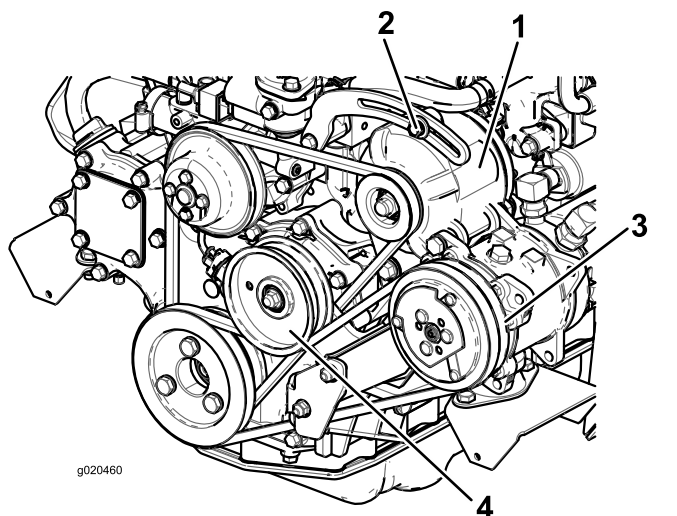

Bild 101
Lockern Sie bei einer Durchbiegung von mehr oder weniger als 10 mm die Befestigungsschrauben der Lichtmaschine (Bild 101).
Prüfen Sie den Zustand und die Spannung des Riemens (Bild 101) alle 100 Betriebsstunden.
2. Lockern Sie bei einer Durchbiegung von mehr oder weniger als 10 mm die Befestigungsschraube der Spannscheibe (Bild 101). Erhöhen oder reduzieren Sie die Spannung der Kompressor-Riemen Spannung und ziehen Sie die Schraube fest. Prüfen Sie die Riemen Spannung noch einmal auf korrekte Einstellung.